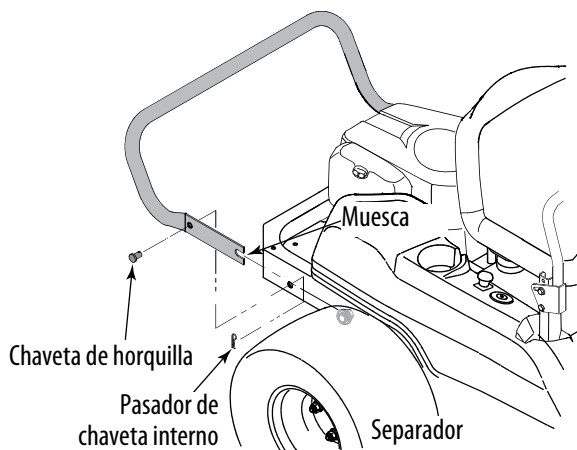

Figura 3-4
- Mientras sostiene el paragolpes trasero, corte la unión del cable que asegura el paragolpes a la ménsula de elevación del motor y retire los pasadores de horquilla de cada lado. Vea la Figura 3-4.
- Extraiga el paragolpes y repositone para alinear la muesca en cada extremo del paragolpes con el separador a cada lado del bastidor. Deslice las muescas del paragolpes sobre los separadores. Vea la Figura 3-4.